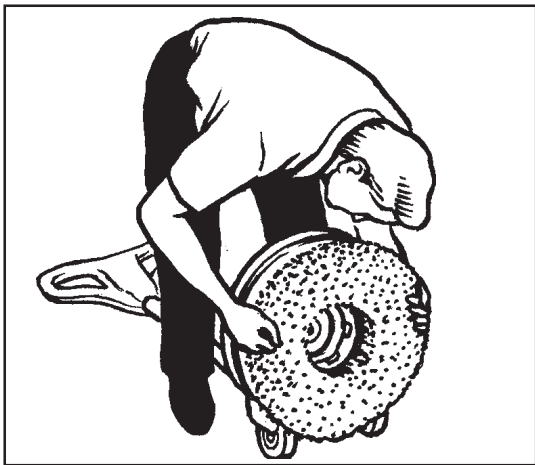

Figure 5
3. Tilt the machine backward until the handle is on the floor. See figure 5.
4. Put one foot on each side of the machine. See figure 5.
3. Vuelque la máquina hacia atrás hasta que la tobera toca el suelo. (Véase fig. 5).
4. "Cabalgando" sobre la máquina (Véase fig. 5)
3. Incliner la machine vers l'arrière jusqu'à ce que le timon touche le sol. (Voir fig.5)
4. En "chevauchant" la machine (Voir fig. 5)